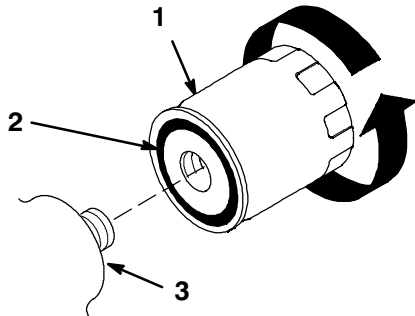

Abbildung 32
7. Eine dünne Schicht Hydraulikflüssigkeit auf die Gummidichtung am Austauschfilter geben (Abb. 32).
8. Den Austausch-Hydraulikfilter am Filteradapter anbringen und im Uhrzeigersinn festdrehen, bis die Gummidichtung den Filteradapter berührt. Dann den Filter um eine weitere 1/2 Umdrehung festdrehen (Abb. 32).